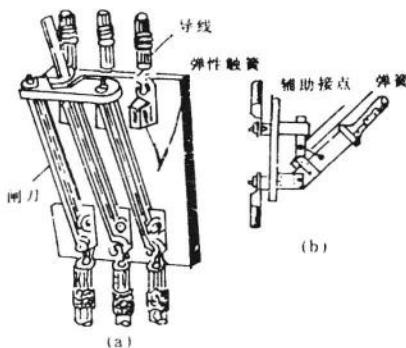

图7-1-4 大型闸刀开关弹性触簧示意图
(1) 隔离开关应设在开关箱内，并要设置箱门。木制开关箱的内表面要钉上镀锌白铁皮，以防起火时蔓延扩大，金属开关箱应接地。
(2) 开关设备的位置应固定，附近不能堆放可燃物。室外操作开关要放在开关箱内。开关箱距地面高度宜为1.5m。
(3) 在切断大型用电设备的电路时，如图7-1-4(a)所示的大型闸刀开关的闸刀1与弹性触簧3之间会产生电弧，使闸刀和接触点部分烧焦。为了减少闸刀的烧损，电路应尽快断开。为此，要在闸刀开关的闸刀上安装带有弹簧5的辅助接触点4，如图7-1-4(b)所示。当这种辅助接触点在拉开闸刀开关时，闸刀就会首先拉紧辅助弹簧，在弹簧作用下，使电路瞬间断开，由于时间短，产生的电弧小，就可能大大减少接触点的烧损。